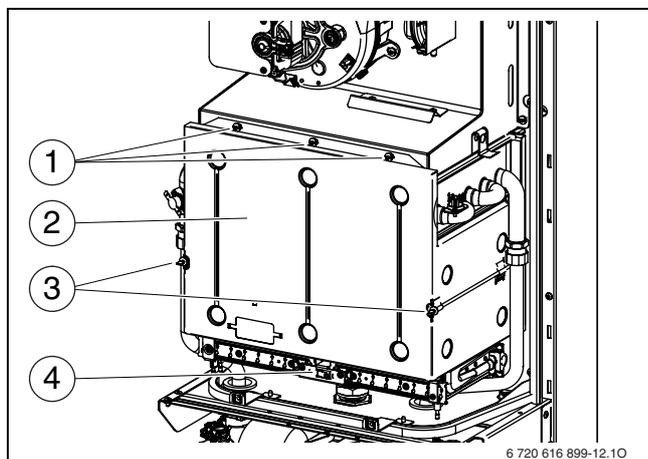

Fig. 55 Ouvrir la chambre de combustion
- Dévisser les trois vis du haut (→ fig. 55, [1]) et les deux vis du bas [3].
- ▶ Retirer la chambre de combustion (→ fig. 55).